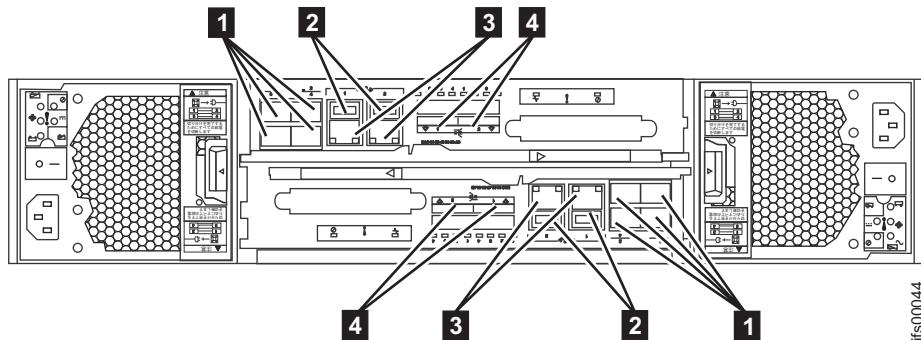
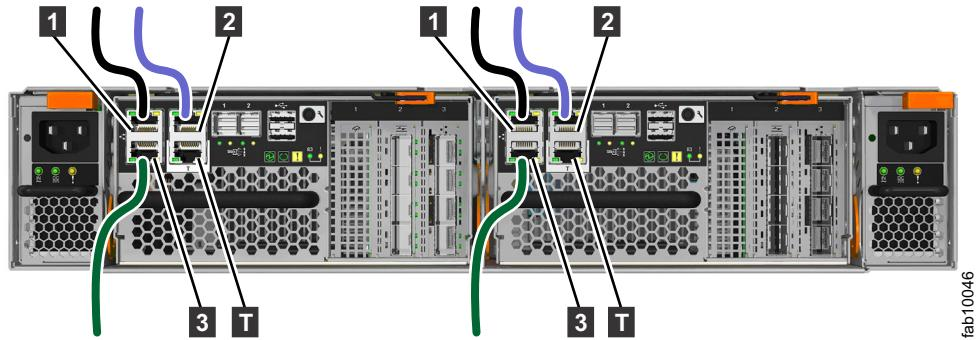
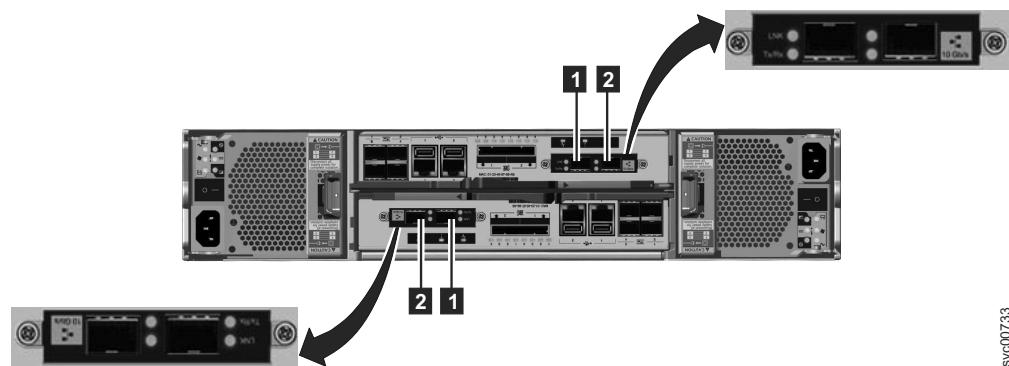
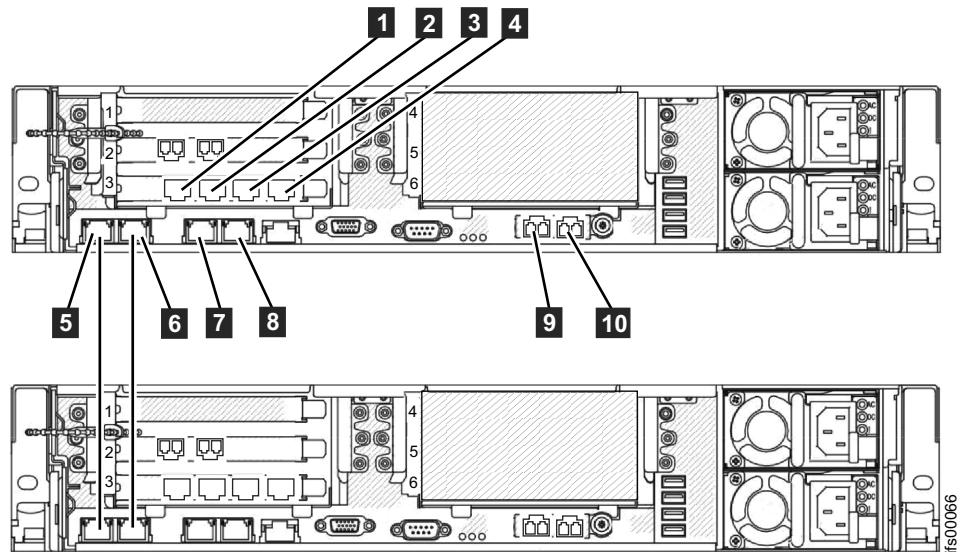

図48. コントロール・エンクロージャーのイーサネット・ネットワーク接続。
図 49. Storwize V7000 Gen2 コントロール・エンクロージャーのイーサネット・ネットワーク接続
図 50. Storwize V7000 エンクロージャー背面の 10 Gbps イーサネット・ポート
図 52. ファイル・モジュールのイーサネット接続。
このタスクでは、イーサネット・ケーブルの配置場所が初期計画で決定されていることを想定しています。 Storwize V7000 Unified コントロール・エンクロージャーには、各ノード・キャニスターへの 1 Gbps イーサネット接続が最小 1 つ、最大 2 つ必要です。図 48、65 ページの図 49、および 65 ページの図 50 を参照してください。また、66 ページの表 16 および 67 ページの表 17 も参照してください。ファイル・モジュールの場合、68 ページの図 52 の最初の 2 つの 1 Gbps イーサネット・ポート (ラベル **1** と **2**) は、ファイル・モジュール間の内部通信に使用されます。
イーサネット・ポート ① (左上、図 49 の黒いケーブル)
イーサネット・ポート ② (右上、図 49 の青いケーブル)
イーサネット・ポート ③ (左下、図 49 の緑のケーブル)
この状態が生じた場合は、イーサネット・ケーブルを接続する前に、新規ノード上のサービス IP アドレスを変更します。詳しくは、68 ページの図 52 を参照してください。また、USB フラッシュ・ドライブを使用したサービス IP アドレスの設定の詳細については、DVD 上の PDF 「Storwize V7000 Unified 問題判別ガイド」を参照してください。
- 1 つ目のファイル・モジュール上のイーサネット・ポート 1 から、2 つ目のファイル・モジュール上のイーサネット・ポート 1 にイーサネット・ケーブルを接続します。ポートの位置については、68 ページの図 52 を参照してください。
各ファイル・モジュールからのホスト接続に使用可能な 2 つの 10 Gbps ファイバー・イーサネット・ポートがあります。ネットワーク・ケーブルをこれらのスロットのイーサネット・ポートに適切に接続します。68 ページの図 52 を参照してください。